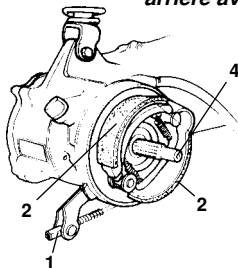

Fig. 33
Cuando se agota la posibilidad de frenada posterior, mediante la regulación (1 - Fig. 33) es necesario efectuar la sustitución de la zapata (2 - Fig. 33) operando nel modo siguiente:
- sacar la rueda del eje (4 - Fig. 33),
- sustituir la zapata (2),
- colocar la rueda, poner y apretar la tuerca (3) a 9,5 Kgm (cada cuatro intervenciones sobre la rueda, sustituir la tuerca - 3).
Lorsque le réglage du frein arrière devient impossible par le régleur (1 - Fig. 33), il est nécessaire de procéder à la substitution des mâchoires (2 - Fig. 33) comme suit :
- Enlever la roue (4 - Fig. 33).
- Changer les mâchoires (2).
- Remonter la roue, serrant l'écrou à 9,5 Kgm (toutes les 4 interventions de la roue, remplacer l'écrou (3)).